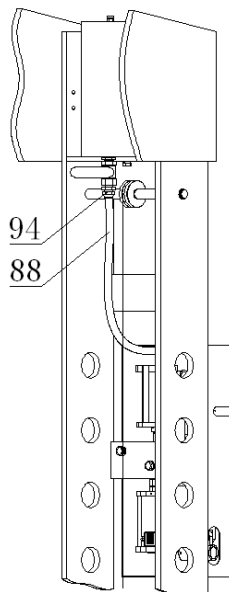

Fig. 3
Ligar a mangueira de óleo (88) à ligação de 1/2" (94) (ver Fig. 3). Uma vez a mangueira de óleo ligada, abrir a válvula do tanque de óleo para permitir o fluxo de óleo e verificar a existências de fugas.